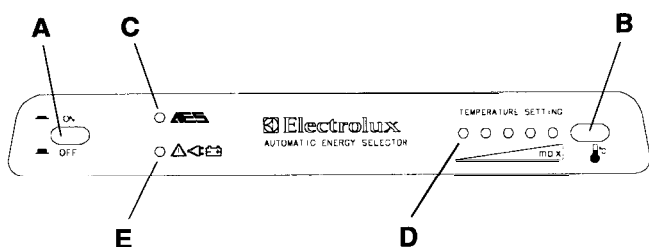

FIG. 1
La FIG.1 montre le tableau de commande. Pour mettre le réfrigérateur en marche, enfoncer l'interrupteur général (A). La diode AES (C) s'allume alors en vert pour indiquer que le système AES fonctionne. Le bouton poussoir (B) est pour sa part utilisé pour régler le thermostat, tandis que les diodes (D) indiquent la température choisie. Des qu'il y a besoin de réfrigération, le selecteur AES choisi la source d'énergie optimale.
ATTENTION: Les flammes nues étant interdites dans les stations-service, il est préférable, si vous n'êtes pas sûr que votre arrêt n'excèdera pas 15 minutes, de couper l'interrupteur général (A), Fig.1, lorsque vous stoppez pour faire le plein.
Le système AES est **conçu** pour garantir un maximum de rendement frigorifique dans toutes les situations. C'est pourquoi la tension d'alimentation est **surveillée** en continu, indépendamment du fait que le réfrigérateur fonctionne sur 12 V ou 230/240 V. Si la tension est insuffisante, le système passe en fonctionnement au gaz, ce qui est **indiqué** par la diode jaune (E), Fig. 1, et demeure sur cette source d'alimentation **jusqu'à** ce que la tension soit revenue à son niveau normal.
Les **numéros** de rep&age renvoient à la Fig.1.
1. Mettez l'interrupteur (A). Fig. 1, sur "OFF".